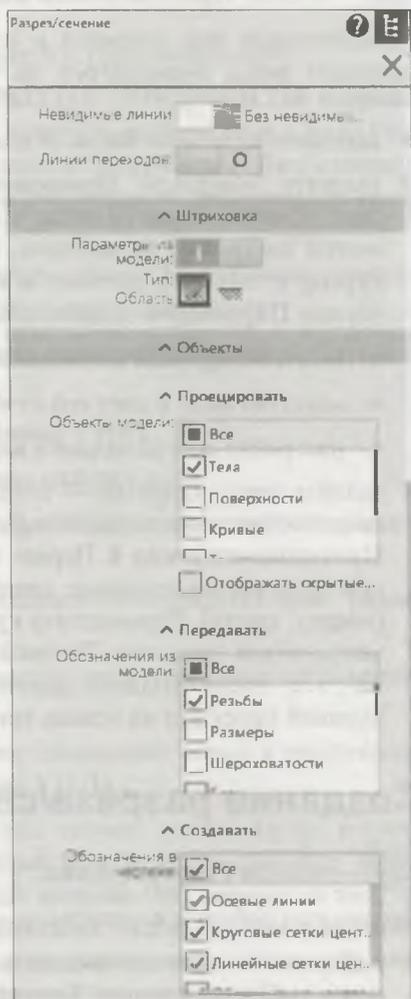

Рис. 24.6. Панель
- ◆ на панели **Параметры: Разрез/сечение** (рис. 24.6) присутствуют те же команды, как в случае создания произвольного вида. Задайте имя, номер вида, масштаб и цвет его отображения, отрисовки линий, как при создании видов. Здесь задайте такие настройки: